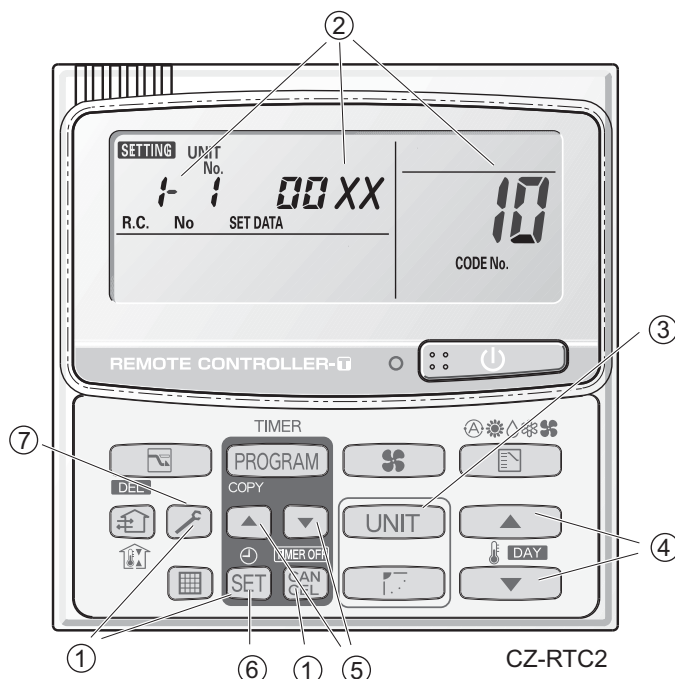

Fig. 2
- ① Mantener pulsados los botones , **SET** y **CAN CEL** durante 4 segundos o más.
- ② «**SET DATA**» unidad núm. «**1-1**» (o «**ALL**» en caso de control de grupo), código de elemento «**10**», y datos de ajuste «**00 XX**» aparecen parpadeando en el display LCD del mando a distancia (Fig. 2).